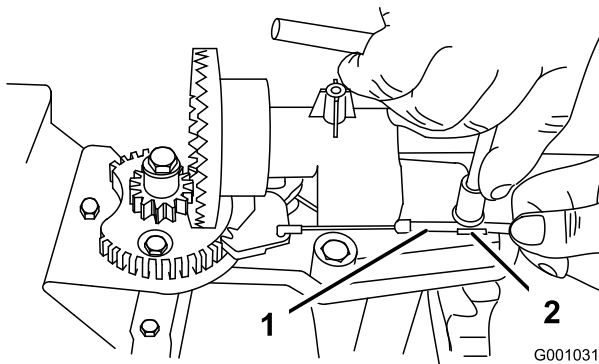
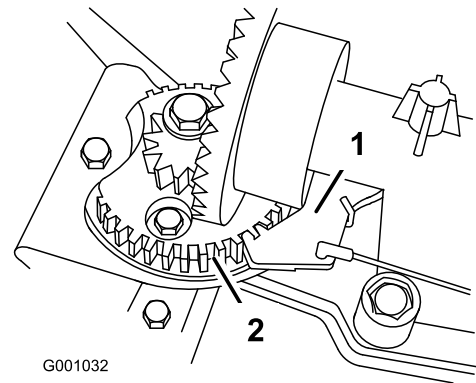

Bild 47
Bild 48
2. Lösen Sie die Schraube an der Kabelklemme (Bild 47).
3. Fassen Sie den Kabelstrang an und schieben Sie ihn nach vorne an der Maschine, bis der Auswurfkanalriegel ganz in die Zahnräder des Getriebes greift (Bild 47 und Bild 48).
Hinweis: Der Riegel ist gefedert und ist so konstruiert, dass er in die Zahnräder des Getriebes greift (Bild 48).